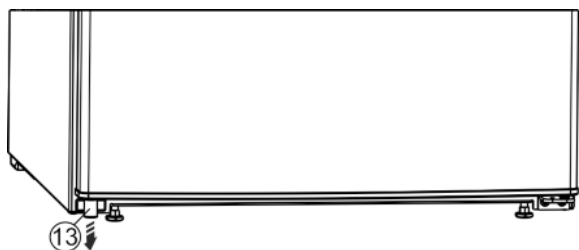

Fig. 4
- Dolje lijevo izvadite razmačnik Fig. 4 (13) iz vrata.